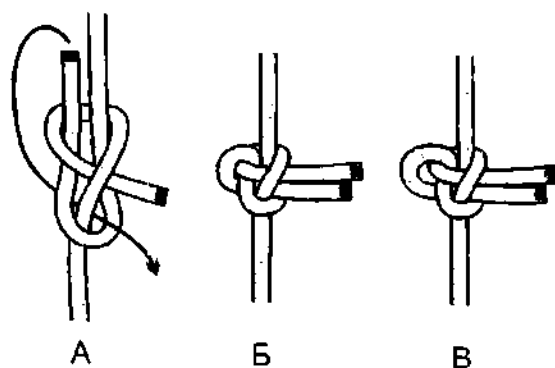

Рис. 913. А – завязывание журавлиного узла ; Б – затянутый журавлиный узел; В – журавлиный узел с оставленной маленькой петелькой.
**Журавлиный узел** вяжется из **диагонального шкотового узла**. Узел великолепно держит на жёстких и гладких синтетических верёвках и хорошо переносит переменные нагрузки. **Журавлиный узел** сильно затягивается, поэтому в некоторых случаях, после пропуска в узел ходового конца следует оставлять маленькую петельку, с помощью которой узел потом легче будет развязать (рис. 913 В).